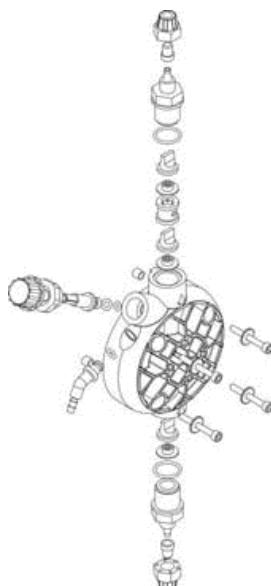

Fig. 10
- 3) **Eliminer le liquide à l'intérieur de la tête de la pompe, notamment en la démontant (retirer les 4 vis) (fig. 10). Puis remonter la tête.**
- 3) Eliminer le liquide à l'intérieur de la tête de la pompe, notamment en la démontant (retirer les 4 vis) (fig. 10). Puis remonter la tête.
Pour effectuer cette opération, si l'appareil n'est pas fixé à l'installation, le faire pulser la pompe pendant quelques secondes (15/30) en la tenant la tête en bas et sans les tubes reliés aux raccords, si ce n'est pas possible, démonter et remonter la tête de la pompe (fig. 10), par les quatre vis de fixation.